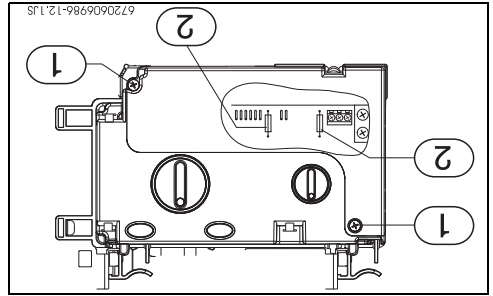

Fig. 25 Boîtier de commande
- ▶ Retirer les vis du boîtier (Fig. 25, [1]) et enlever le couvercle.
- ▶ Remplacer les fusibles (Fig. 25, [2]).